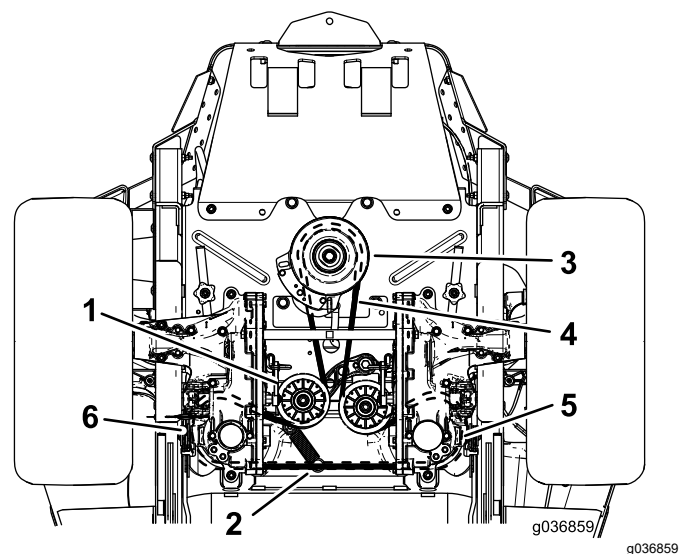

Figura 78
6. Retire el muelle tensor del espárrago (Figura 78).
8. Instale la correa nueva alrededor de la polea del motor y de las 2 poleas de la bomba hidráulica (Figura 78).
4. Levante la máquina y apóyela sobre gatos fijos (Figura 78).